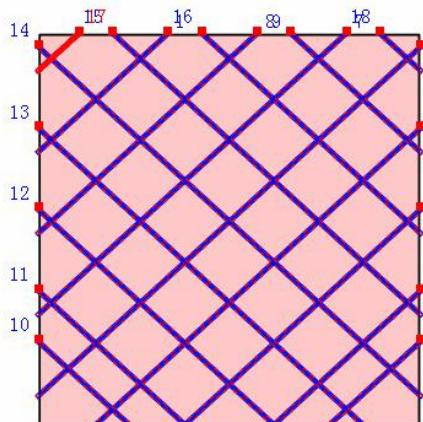

图 1
2. 如下图 1 示，用该工具框选要排列的缝制线，并靠近头点单击起始的缝制线，弹出【自动排列缝制顺序】对话框；